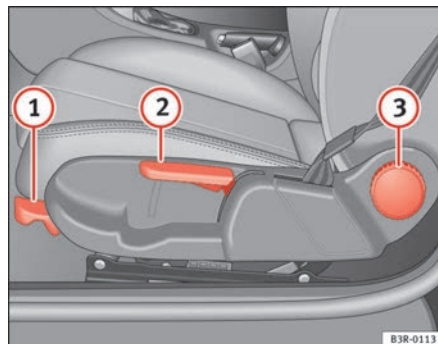

Fig. 104 Comandi sul sedile del conducente
- Sollevare la leva ① ⇒ fig. 104 e spostare il sedile nella posizione desiderata.
- Lasciare la leva ② e spingere ancora il sedile fino a far scattare il dispositivo di bloccaggio.
- Tirare ripetutamente la leva ② ⇒ fig. 104 fino a raggiungere la posizione desiderata.
- Girare la manopola per modificare l'inclinazione dello schienale (4 ⇒ pag. 136, fig. 104).